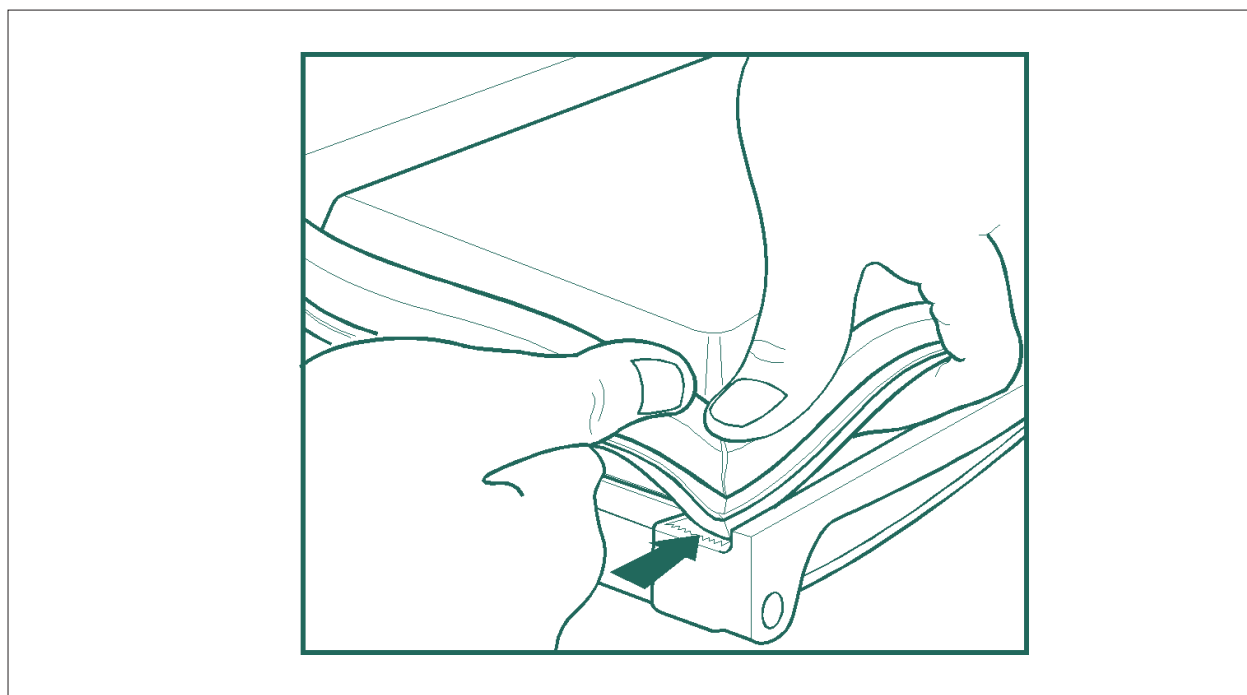

Fig.09
e) Para fixação da Gaxeta nas partes superior e inferior, deve-se primeiramente limpar a superfície do Painel da Porta com álcool. Em seguida, retirar o filme da fita auto adesiva e pressioná-la contra o Painel, fixando-a (veja fig.09).